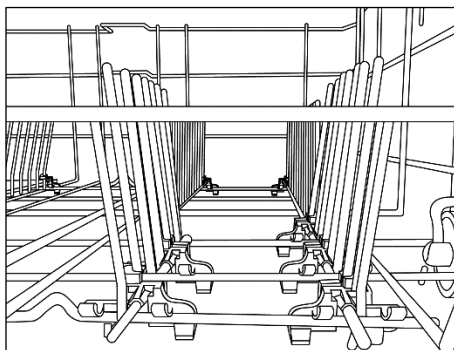

Afb. 1
- De toevoerslang moet op een kraan worden aangesloten, zodat de watertoevoer kan worden afgesloten wanneer de machine niet wordt gebruikt (afb. 1 B).
2. Neem de mand aan beide zijden vast en til omhoog (afb. 1).
1. Neem de mand aan beide zijden vast en til voorzichtig omhoog (afb. 1);
Een standaard dagelijkse belading zoals in afb. 1
- Om de filters te verwijderen, draai het handvat tegen de klok in (fig. 1).